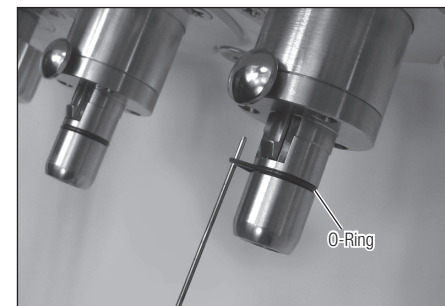

Abb. 29
- 1) Entfernen Sie den O-Ring mit Hilfe einer dünnen Nadel (Abb. 29).